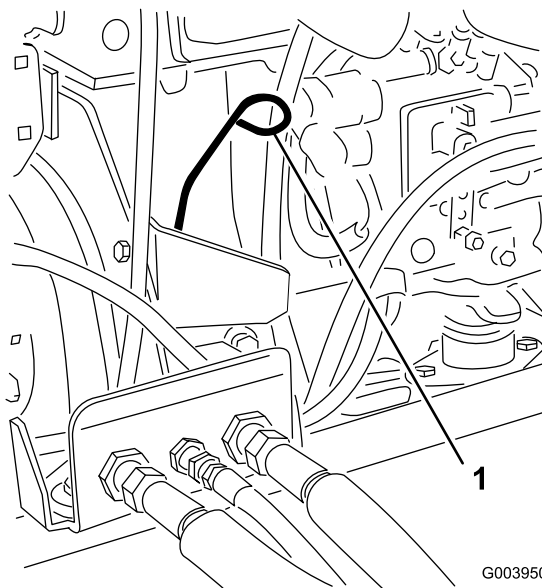

図 30
3. ディップスティックを抜き取り、付いているオイルをウェスで拭きとってもう一度差し込む(図 30)。